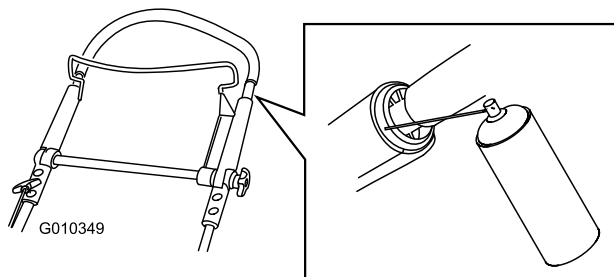

Figure 18
1. Pulvérisez l'extrémité en plastique extérieure de la poignée intérieure (Figure 18).